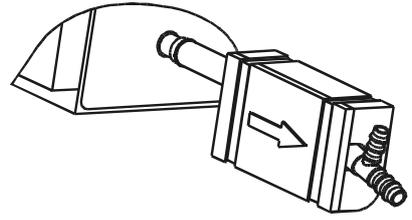

Figura 4: Sifón del tubo de drenaje
- Instalar un sifón de drenaje junto a la unidad, según se muestra en la figura 4.